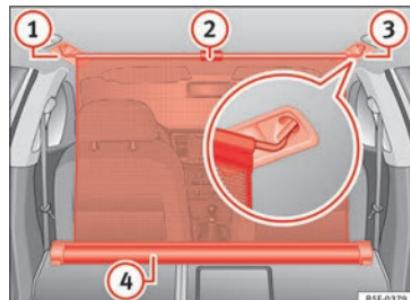

Fig. 174 Dans le coffre à bagages : filet de séparation attaché avec le dossier de la banquette arrière rabattu.
- Tirez la languette »» **fig. 174** ② vers le haut pour sortir le filet de la structure »» **fig. 174** ④.
- Attachez le filet de séparation au côté droit »» **fig. 174** ③ (image élargie).
- Attachez le filet de séparation dans le logement du côté gauche »» **fig. 174** ① en étirant la tringle.
Le filet de séparation est monté correctement lorsque les extrémités en forme de T sont fermement attachées dans les logements correspondants »» **fig. 174** ③ et ①.
- Enroulez le filet dans la structure »» **fig. 174** ④ en la déposant manuellement.